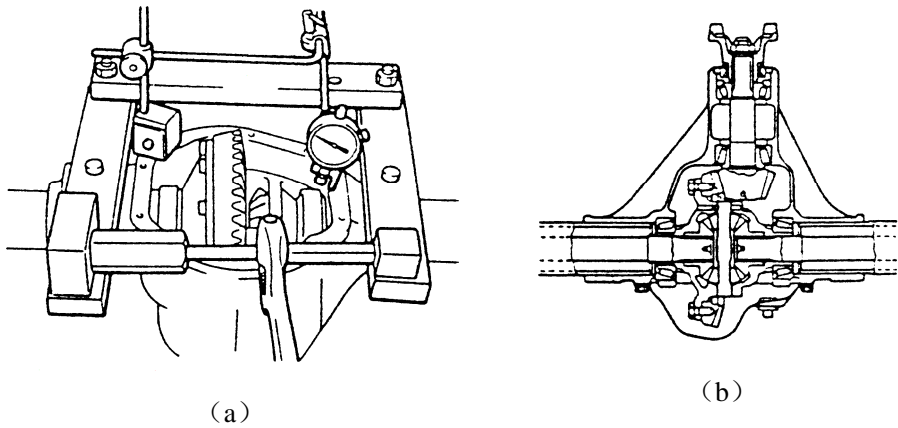

图 4-103 差速器分解前检查
- (1) 若差速器内零件必须拆下时，按图 4-103 (a) 所示将整个轴由车上拆下并固定在工作台或工作架上。
- (2) 拆下放油塞并泄放润滑油，若差速器上未设置放油塞，则在拆下差速器盖板后泄放润滑油。
- (3) 拆下盖板螺栓、盖板及盖板垫片（盖板垫片不能重复使用），倾斜差速器并将差速器油彻底。在此同时清扫差速器盖板面，确定没有任何刻痕及残留垫片屑。
- (4) 拆下轴承盖，注意刻在盖子及差速器上的配合字母或号码（字母或号码在轴水平及垂直位置），这便于正确地组装。注意在拆卸差速器壳与从动大齿轮时，必须确定后半轴确实被拉出，并确保一定间距，再拆下差速器总成。
- (5) 固定延展器至差速器上，按图 4-103 (b) 所示使用千分表，检查延展部分不要差速器超过 0.5mm。